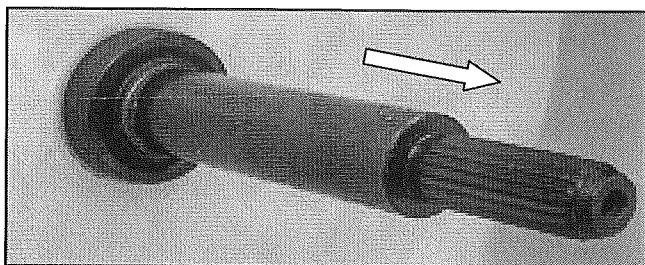

FIGURE 8
12. Faire basculer la laveuse vers l'avant pour la dégager des tuyaux flexibles, puis retirer l'arbre d'entraînement et le joint de la cuve. Voir Figure 8.